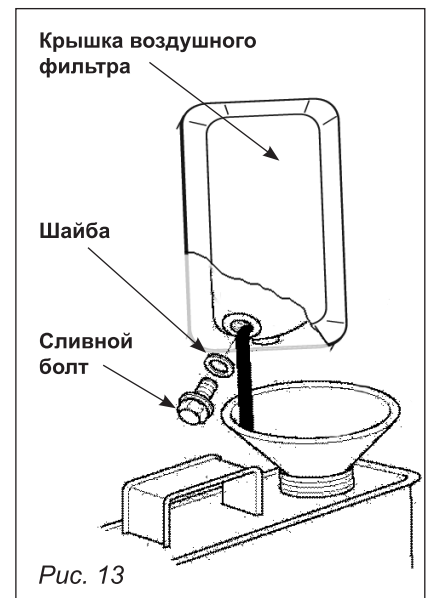

Рис. 13
9.4. Очистка фильтра-отстойника карбюратора (рис. 13)
- Слейте топливо (см. рис. 13).